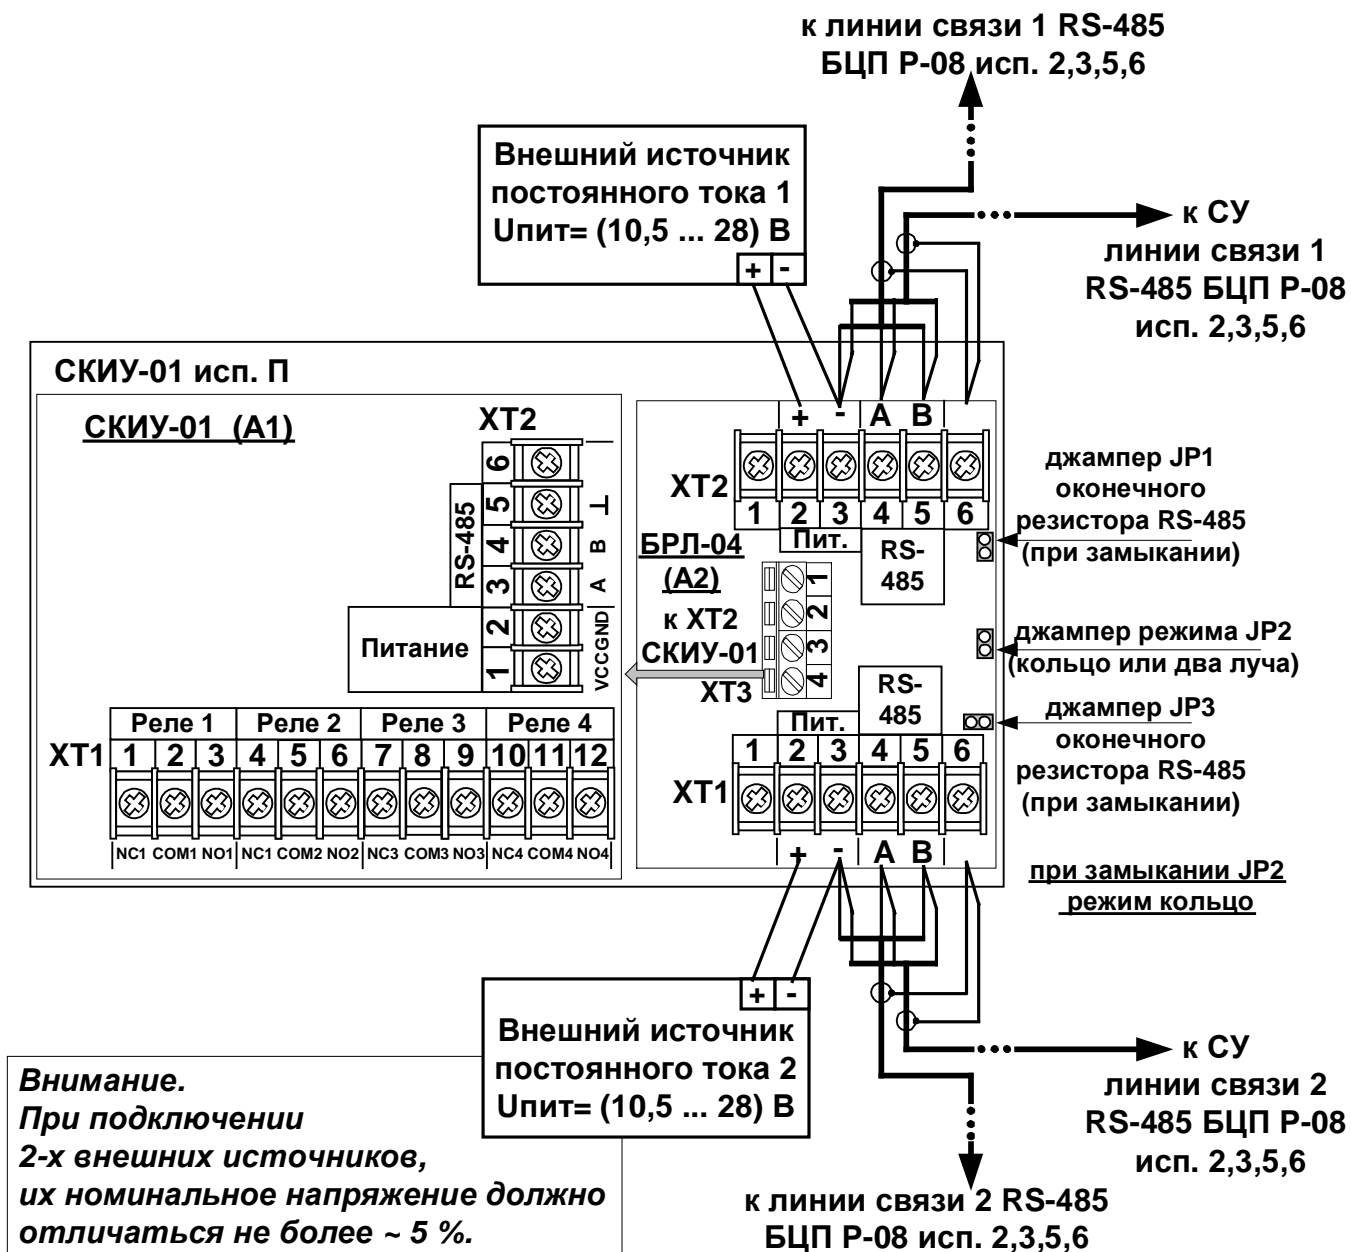
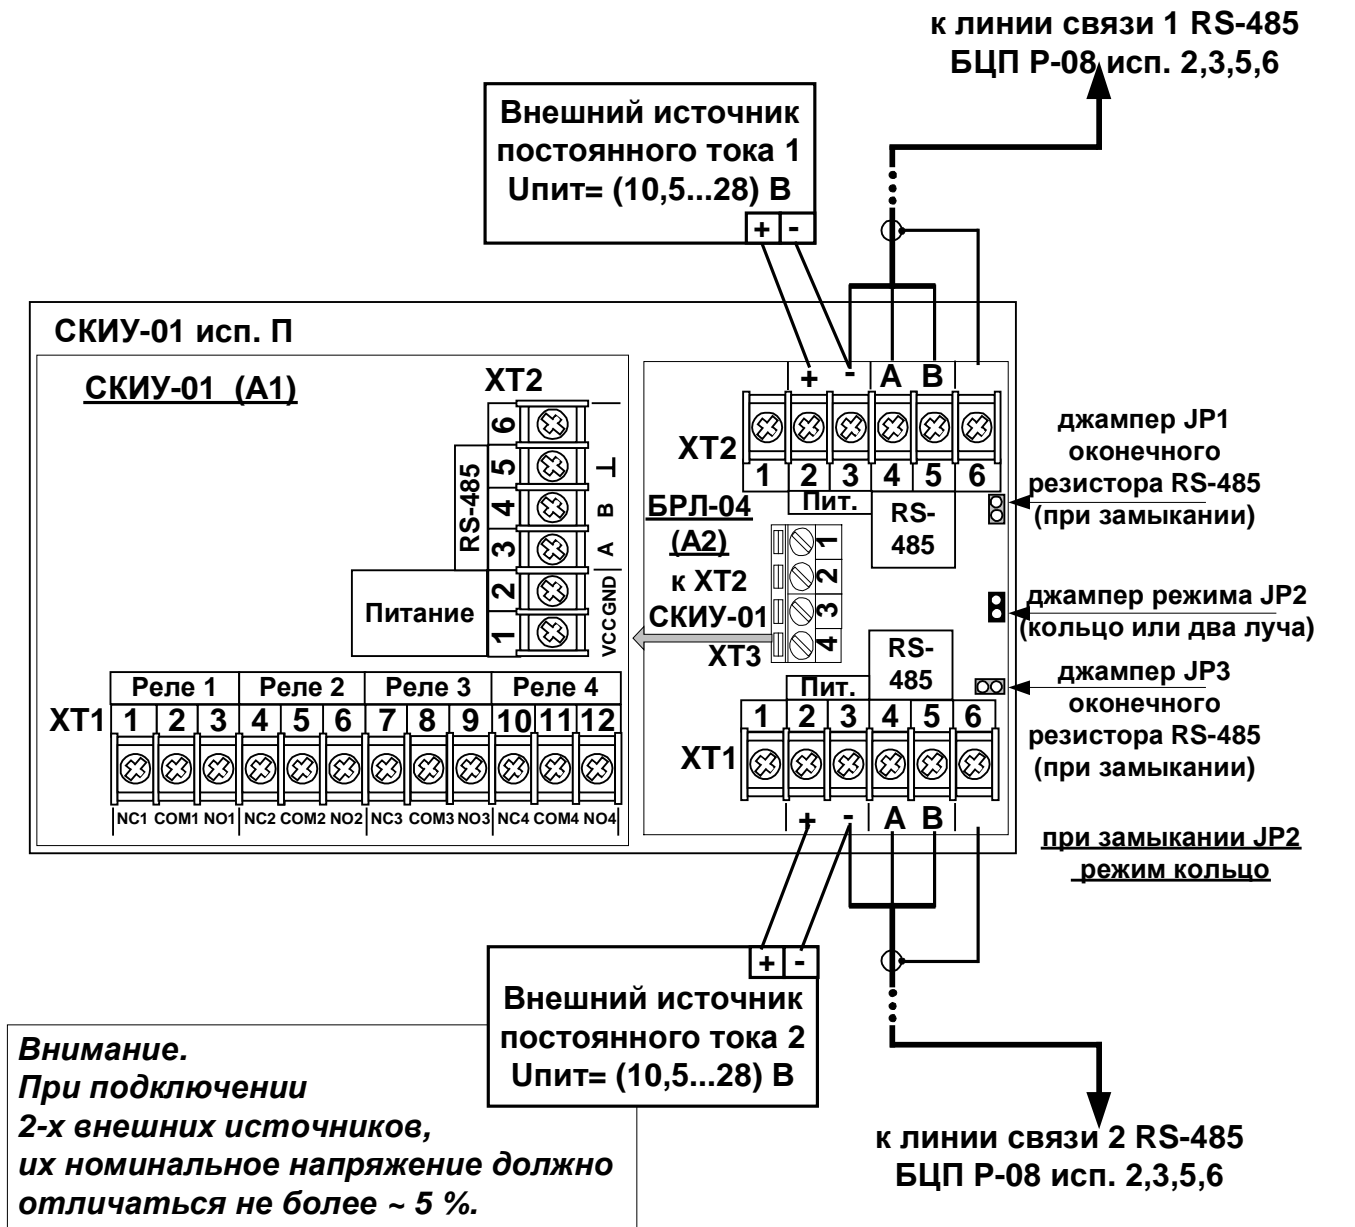

Рис. 1 Применение (подключение) СКИУ-01 П в режиме двух параллельных линий связи RS-485 (два луча)
Рис. 2 Применение (подключение) СКИУ-01 П в режиме кольца линий связи RS-485
1.3 СКИУ-01 П реализует защиту от единичной неисправности линии связи с БЦП в соответствии с СП484.1311500.2020. Подключение возможно в режиме кольца (Рис. 2) или двумя параллельными линиями связи (Рис. 1).
4.1. СКИУ-01 П состоит из двух модулей СКИУ-01(А1) и БРЛ-04(А2) см. Рис. 1, Рис. 2, Рис. 4, размещенных в пластиковом корпусе Рис. 3.
5.2. Подключение СКИУ-01 П к БЦП и источникам питания показано на Рис. 1 или Рис. 2, подключение к исполнительным устройствам приведено на Рис. 4.
- Если СКИУ-01 П (режим два параллельных луча) является последним устройством в линии связи с БЦП, переключки согласующего резистора JP1 и JP3 (см.Рис. 1) необходимо замкнуть. Далее необходимо сконфигурировать БЦП для работы с СКИУ в соответствии с Руководством по программированию БЦП ППКОПУ 01059-1000-3 «Р-08».